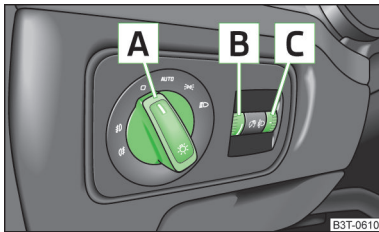

Abb. 48
Bei Fahrzeugen mit Rechtslenkung weicht die Anordnung der Bedienungselemente zum Teil von der in » Abb. 48 auf Seite 69 gezeigten Anordnung ab. Die Symbole, die die Stellungen der Bedienungselemente markieren, sind gleich.
## Lichtschalterstellungen - Drehen des Schalters **A** » Abb. 48
## Drehen des Drehreglers **B** » Abb. 48
Durch Drehen des Drehreglers **C** kann bei eingeschaltetem Licht die Helligkeit der Instrumentenbeleuchtung angepasst werden » Abb. 48.
- ✓ Der Lichtschalter befindet sich in der Stellung **0** oder **AUTO** » **Abb. 48 auf Seite 69.**